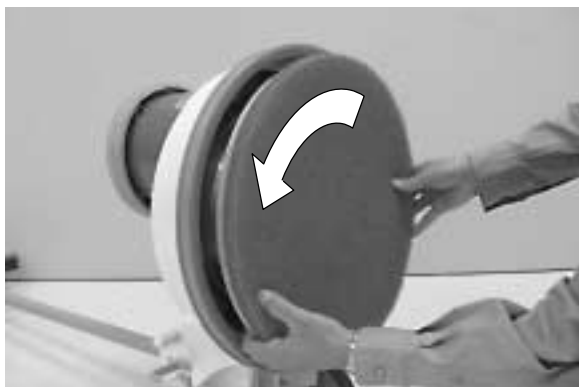

BILD. 7
- Placera borst/rondelldriften på drivmotorfästet och vrid moturs (bild 7).